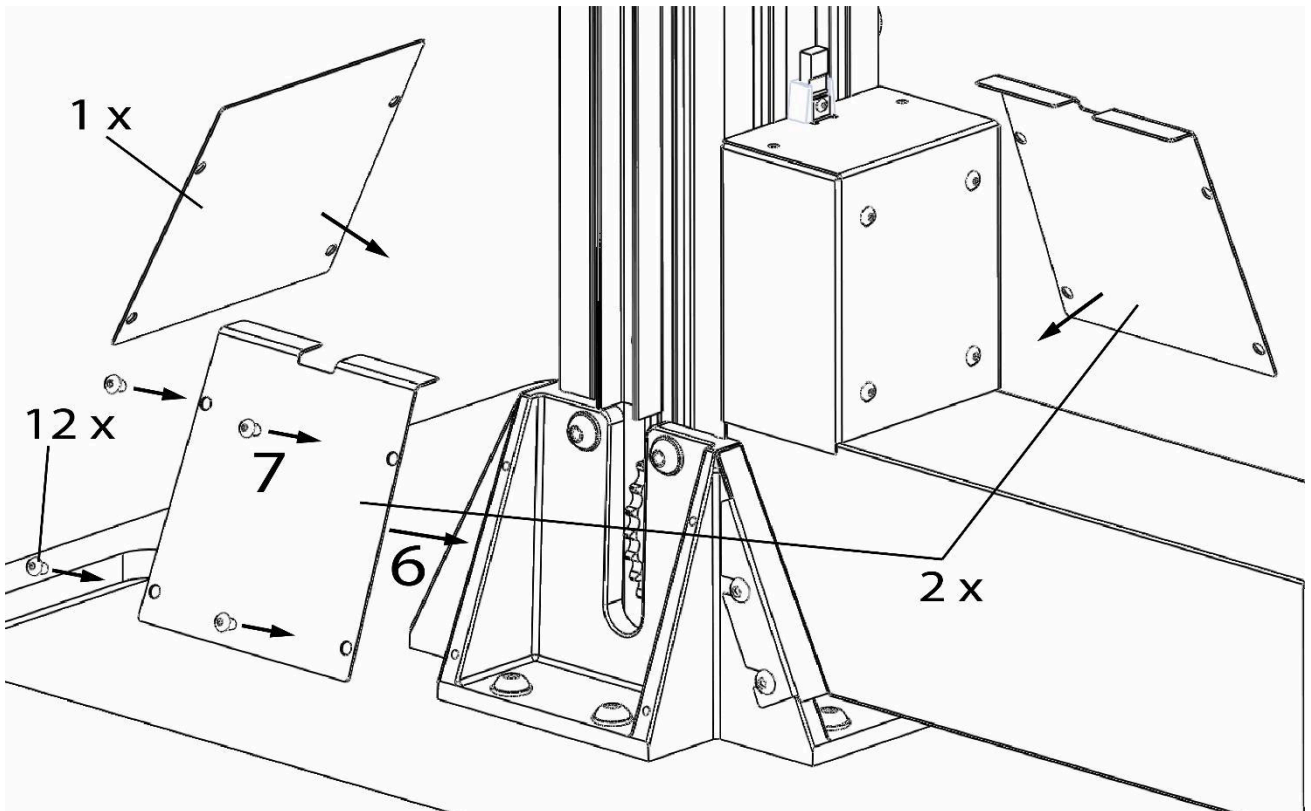

Figure 6 : Prise d'alimentation supérieure et support d'alimentation
10. Installez les capots avant/arrière et latéraux à l'aide des vis M4 fournies (**figure 6**).